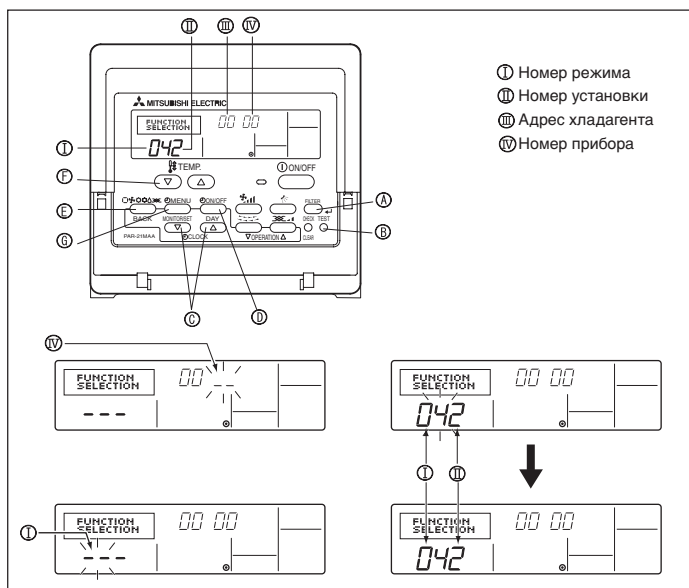

Fig. 6-9
- 1) Для проводного пульта дистанционного управления (Fig. 6-9)**